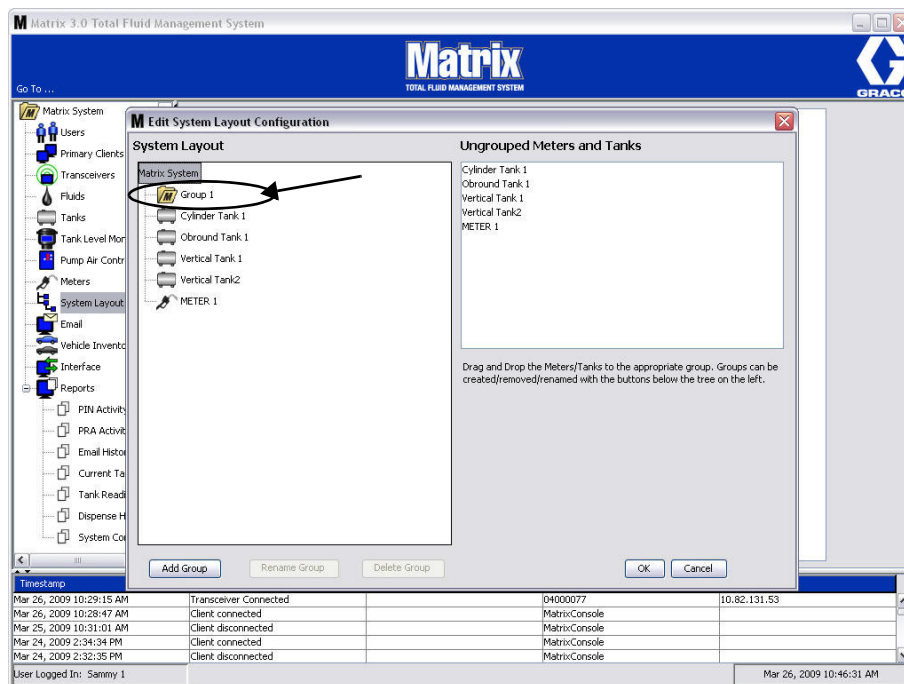

FIG. 127
6. Un dossier est ajouté sur le côté Système Matrix de l'écran comme indiqué à la FIG. 127.